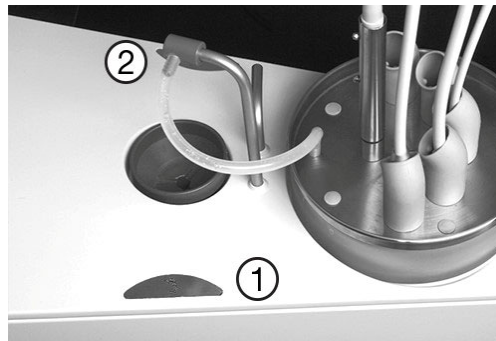

Figure 73 - Activation de XO Water Clean (1) crachoir (2) remplissage du gobelet
3. Fixer le raccord du tuyau sur le robinet de remplissage gobelet comme indiqué dans la Figure 73
4. Activer le bouton (1) Voir la Figure 73 – pour commencer le processus de la vidange du réservoir d'eau situé dans la borne de l'unit.
2. Fixer le raccord sur la sortie de jet de verre comme indiqué dans la Figure 73
3. Activer le bouton (2) voir la Figure 73 – pour commencer le processus de rinçage des conduites d'eau de l'Unit.
3. Fixer le raccord sur la sortie de jet de verre comme indiqué dans la Figure 73
4. Activer le bouton (2) voir la Figure 73 – pour commencer le processus de rinçage des conduites d'eau de l'Unit.